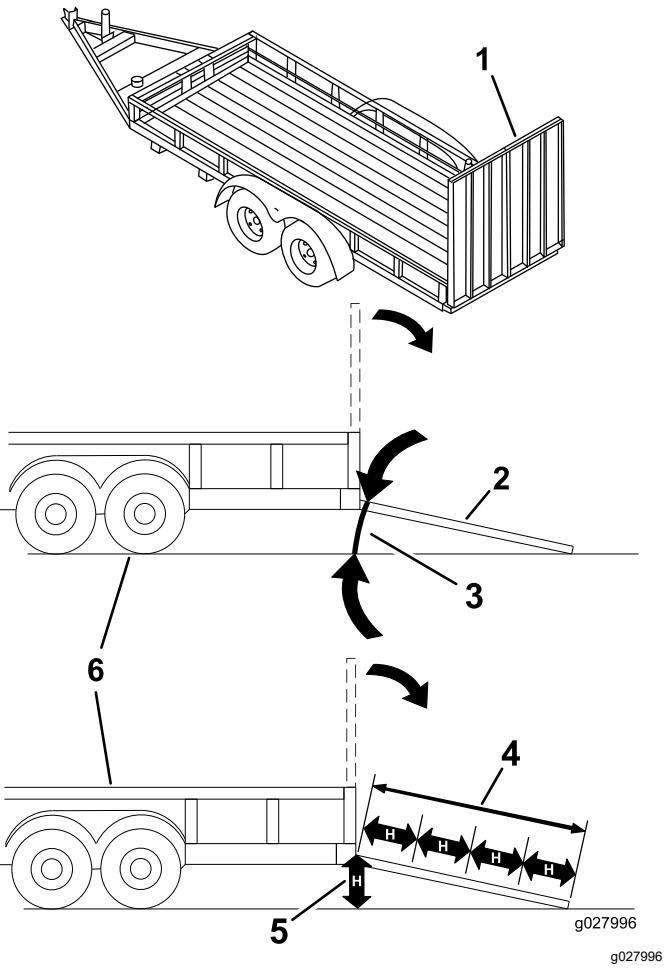

Bild 38
**Das Laden einer Maschine auf einen Anhänger oder einen Lastwagen erhöht die Umkippgefahr und könnte schwere oder tödliche Verletzungen verursachen (Bild 38).**
3. Senken Sie die Rampe ab und stellen Sie sicher, dass der Winkel zwischen der Rampe und dem Boden höchstens 15 Grad beträgt (Bild 38).
1. Senken Sie die Rampe ab und stellen Sie sicher, dass der Winkel zwischen der Rampe und dem Boden höchstens 15 Grad beträgt (Bild 38).